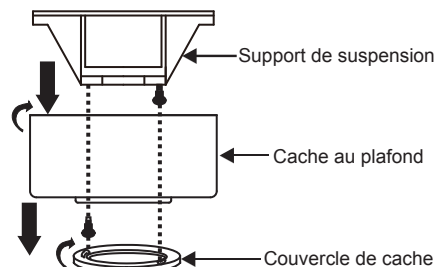

Fig. 5
Étape 1. Retirez le couvercle du fond du cache décoratif en le tournant dans le sens antihoraire. (Fig. 5)
Étape 2. Retirez le support de montage au plafond du cache en enlevant (mais en la conservant pour la suite) l'une des deux vis. Desserrez la vis restante d'un demi-tour. (Fig. 5)